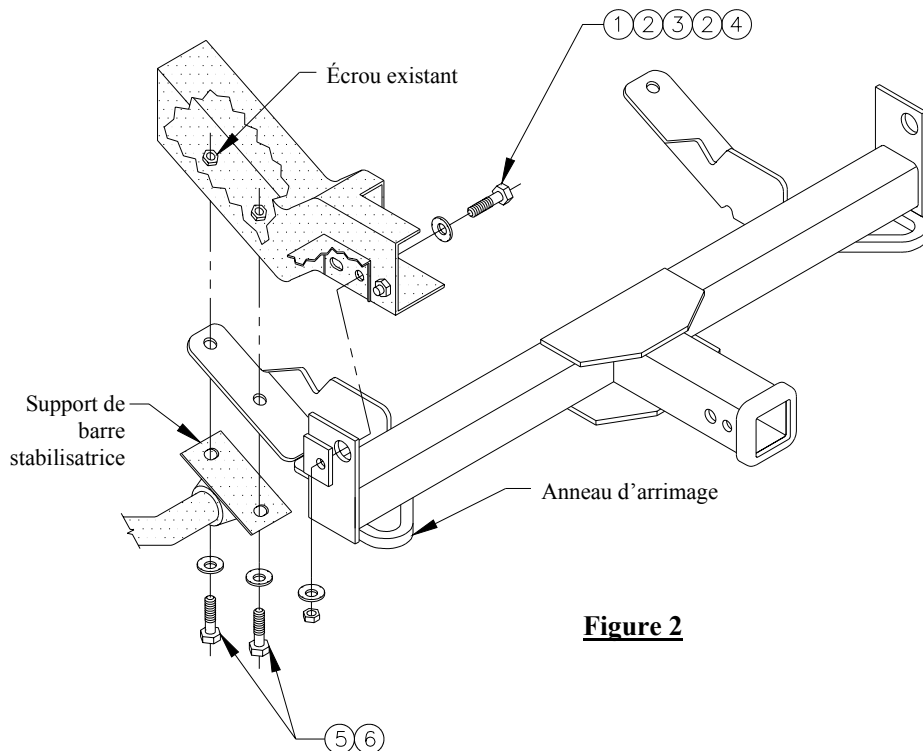

Figure 2
4. Soulever le récepteur en position et remettre les supports de barre stabilisatrice à leur place en plaçant le récepteur entre le cadre de châssis et le support de barre stabilisatrice, comme indiqué à la figure 2.
5. Installer la visserie avant, comme illustré à la figure 2.